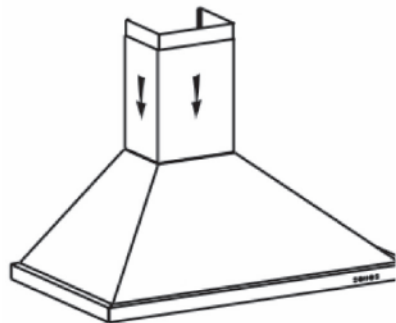

Abb. 5
- Setzen Sie die beiden Teile der Rohrabdeckung auf die Dunstabzugshaube (Abb. 5).